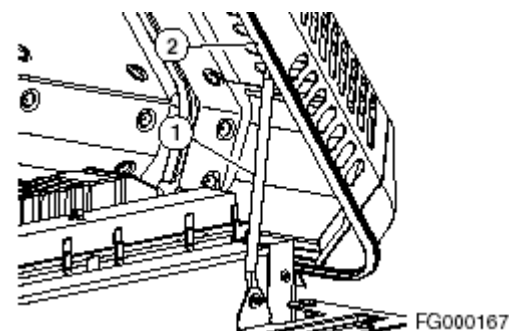

Рисунок 157
Откройте крышку и вставьте стопорный штырь (1, рисунок 157) в паз (2) для фиксации его в выемке (3) в конце паза для удержания крышки в открытом положении.